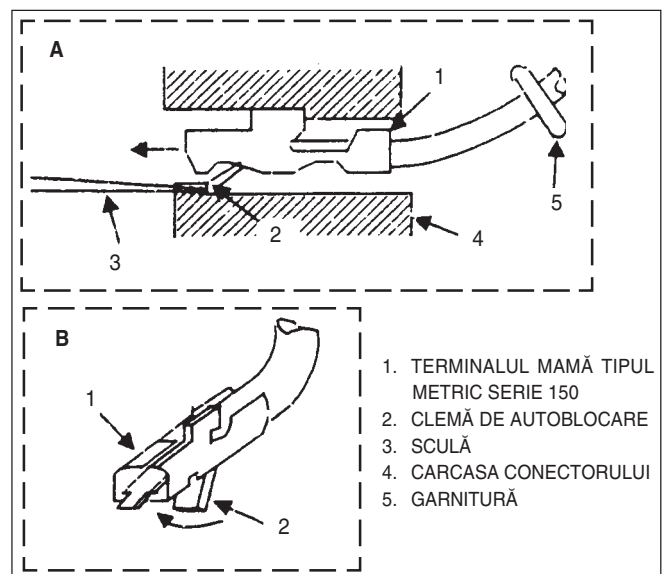

Fig. 3 Înlocuirea terminalelor la conectorul de tip metric serie 150
Pentru conectarea unor senzori la cablajul electric sunt folosiți uneori conectorii de tip "METRIC" sau "METRI-PACK". Ele pot fi folosiți la senzorul de temperatură al lichidului de răcire, sau la modulul de aprindere electronică. Ele mai sunt numite "Pull-to-seat" ("montează prin tragere") deoarece pentru a monta un terminal într-un astfel de conector, firul se introduce prima dată în garnitura de etanșare, apoi în carcasa conectorului, se sertizează terminalul la fir și, trăgând înapoi firul, se așează terminalul în conector (Fig. 3).
- 2) Se introduce o sculă ascuțită (Fig. 3) între conector și terminal și se deblochează clema terminalului (2). Se împinge firul cu terminalul afară din conector. Dacă terminalul va trebui refolosit, se va aduce clema de blocaj în poziția inițială (Fig. 3).